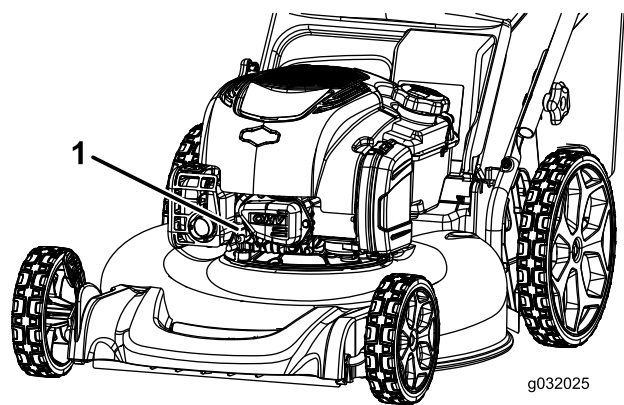

Figura 18
2. Scollegate il cappello dalla candela (Figura 18).